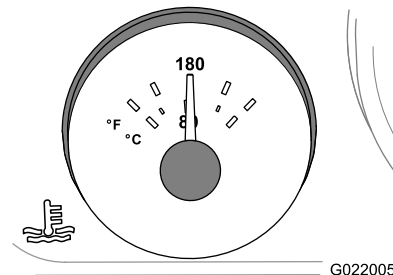

Figure 82
- E. Faites tourner le moteur pendant 5 minutes ou jusqu'à ce que le cadran de température de liquide de refroidissement du tableau de bord indique 82°C (180°F), puis arrêtez le moteur (Figure 82).